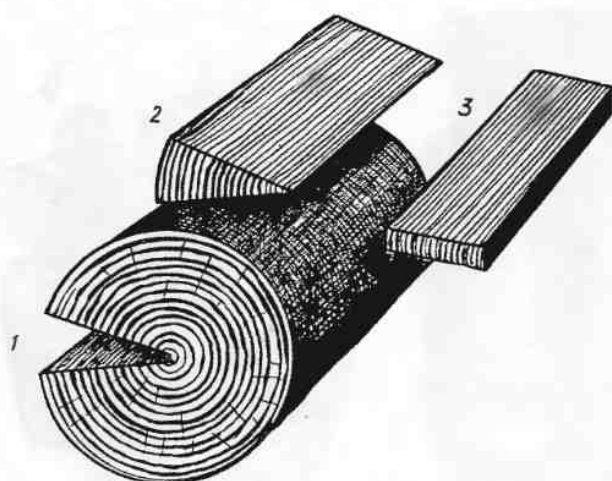

Рис. 579. Стадии выполнения клепки
**Клепка** — деревянные заготовки в виде дощечек, выполненных из твердой, ядровой части древесины при ее радиальном распиле (рис. 579). Применяется в бочках, паркетe, бывает колотая и пиленая.